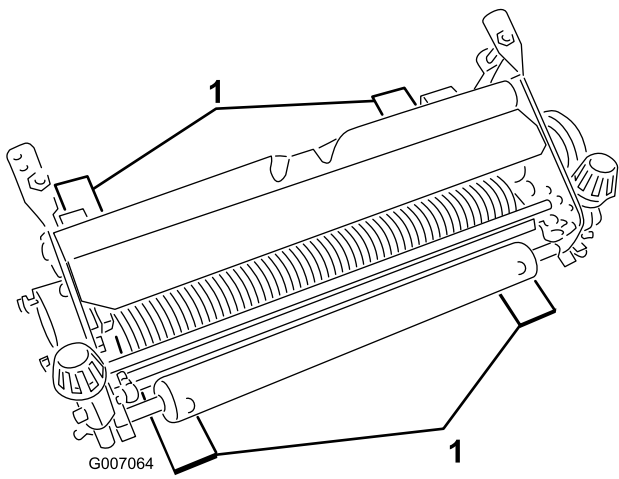

Figure 4
2. Placez 4 gabarits, réglés à la profondeur de pénétration des lames au-dessous du sol correcte, sous le rouleau avant et le rouleau arrière du défoureur (Figure 4).